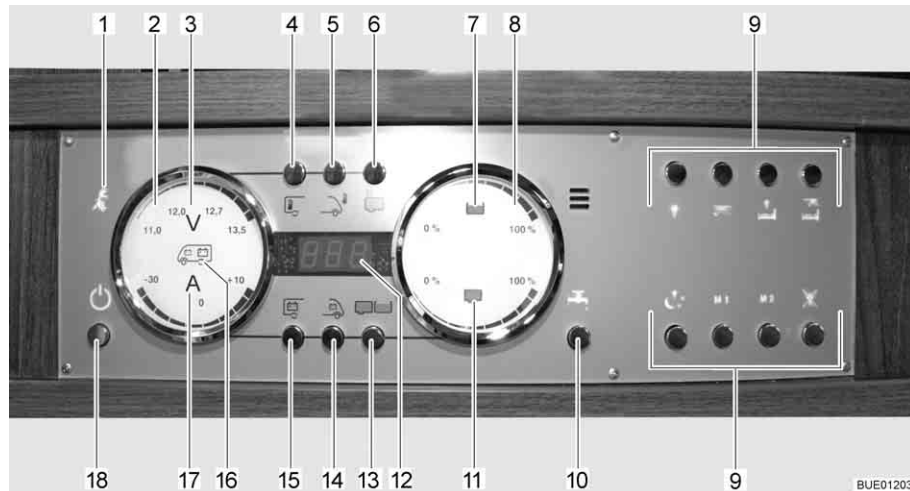

Fig. 133 Panneau de contrôle LT 510
Le voyant de contrôle 230 V (Fig. 133,1) s'allume si l'arrivée du bloc électrique est sous tension de réseau.
L'interrupteur principal 12 V (Fig. 133,18) établit ou coupe le panneau de contrôle et l'alimentation 12 V de la cellule.
- Appuyer brièvement sur la touche d'alimentation 12 V (Fig. 133,18). L'alimentation 12 V de la cellule est assurée. L'indicateur de contrôle "12 V" s'allume.
- ▷ La tension de la batterie de cellule est trop faible quand les DEL "11,0" de l'affichage en Volt et le symbole Volt "V" (Fig. 133,3) clignotent dans l'indicateur des batteries (Fig. 133,2) après la mise sous tension. Charger la batterie.
- ▷ La coupure de batterie est active quand l'indicateur de contrôle "12 V" et le symbole Volt "V" (Fig. 133,3) clignotent trois fois après la mise sous tension. Désactiver la coupure de batterie.
- Appuyer brièvement sur la touche d'alimentation 12 V (Fig. 133,18). L'alimentation 12 V de la cellule est coupée. L'indicateur de contrôle "Alimentation 12 V" s'éteint.
- Appuyer sur la touche batterie de cellule (Fig. 133,15) et la maintenir enfoncée pendant 10 secondes environ. Le symbole Volt "V" (Fig. 133,3) et l'indicateur de contrôle "12 V" clignotent trois fois. La batterie de cellule est coupée du réseau de bord de 12 V.
- Appuyer sur la touche d'alimentation 12 V (Fig. 133,18) et la maintenir enfoncée pendant 5 secondes environ. Le symbole Volt "V" (Fig. 133,3) et l'indicateur de contrôle "12 V" clignotent trois fois. La batterie de cellule est branché au réseau de bord 12 V. L'indicateur de contrôle s'allume au bout d'env. 5 secondes.
- Appuyer sur la touche de la batterie de cellule (Fig. 133,15). Le symbole Volt "V" (Fig. 133,3) s'allume. Le symbole Ampères "A" (Fig. 133,17) est, suivant son niveau de charge, blanc ou rouge. La tension de la batterie et le courant de la batterie de cellule sont affichés au moyens de DEL à l'intérieur de l'indicateur.
- Appuyer sur la touche de la batterie de démarrage (Fig. 133,14). Le symbole Volt "V" (Fig. 133,3) s'allume. Des DEL à l'intérieur de l'indicateur indiquent la tension de la batterie de démarrage.
- Appuyer sur la touche réservoirs (Fig. 133,13). Les symboles réservoir d'eau (Fig. 133,7) et réservoir d'eaux usées (Fig. 133,11) s'allument. Des DEL à l'intérieur de l'indicateur indiquent le niveau du réservoir d'eau (échelle supérieure) et celui du réservoir d'eaux usées (échelle inférieure).
Alarme réservoir Le symbole du réservoir d'eau (Fig. 133,7) ou celui du réservoir d'eaux usées (Fig. 133,11) clignote quand le réservoir d'eau est vide ou que le réservoir d'eaux usées est plein.
L'affichage numérique (Fig. 133,12) permet d'indiquer les températures intérieure et extérieure.
- Appuyer sur la touche température intérieure (Fig. 133,4). La température intérieure s'affiche.
- Appuyer sur la touche de la température extérieure (Fig. 133,5). La température extérieure s'affiche.